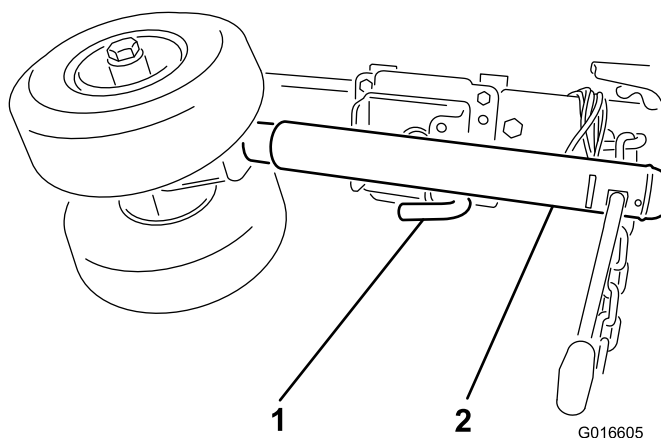

Figura 6
8. Levante la pata de apoyo hasta que las ruedas giratorias estén separadas del suelo, tire del pasador de liberación, gire las ruedas hacia atrás y bloquee la pata en posición horizontal (Figura 6).